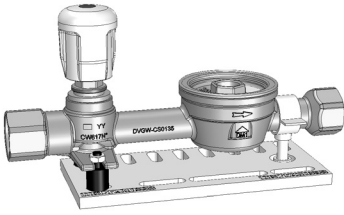

Bild 5 (Wasserzähler-Traverse)
- Das Ausrichten des Rohrsystems an der Wasserzähler-Traverse (*Bild 5*) ist unzulässig und entspricht nicht dem Stand der Technik.
- Wasserzähler-Traverse (*Bild 5*): Befestigungsmaterial für die Wandmontage ist im Lieferumfang enthalten.